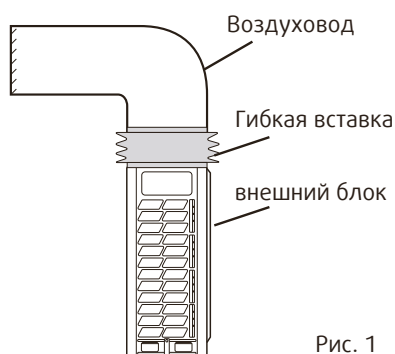

Рис. 1
- Пожалуйста, установите мягкое соединение между машиной и воздухопроводом, чтобы предотвратить вибрационный шум, см. рис.1.